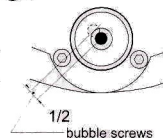

Fig.11
- b. Utilizati cheia pentru a introduce bula in centrul cercului (Fig 11)